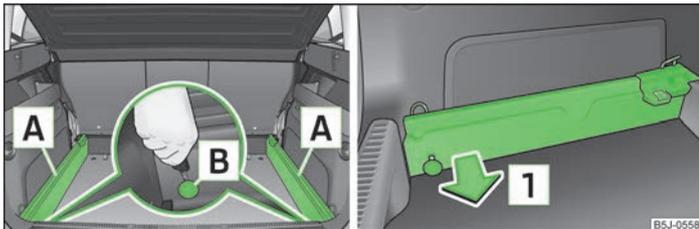

Fig. 51 Maletero: Aflojar los puntos de seguridad/retirar los carriles portantes
- Soltar los puntos de retención **B** » fig. 51 en los guías portantes con la llave del vehículo o con un destornillador plano.
- Presionar el punto de fijación **B** » fig. 51 en cada guía portante hasta el tope.